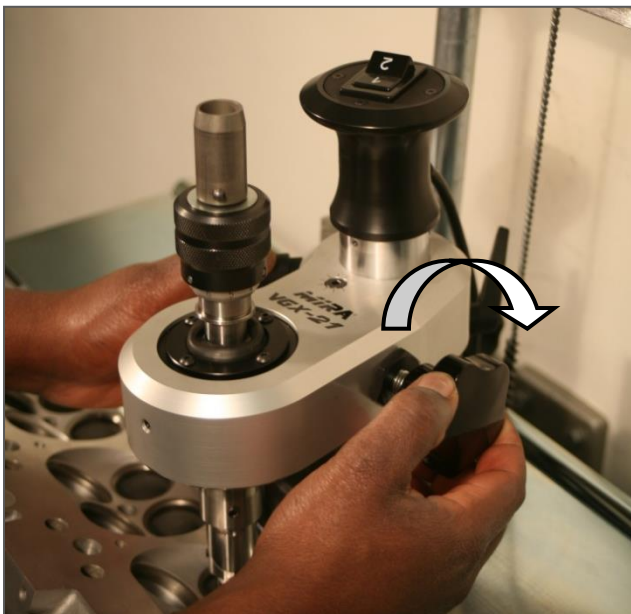

Fig. 23
19. Den Handgriff gut festhalten und den Sterngriff anziehen bis die Spindelführung fest geklemmt ist. Die Spindelführung ist nun fest und präzise geklemmt. Fig. 23